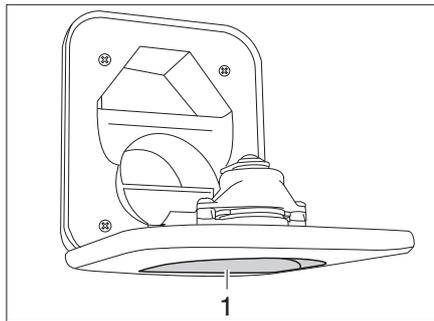

Bild 254 Frischwasser-Einfüllstutzen für Toilette
- Frischwasser-Einfüllstutzen für Toilette (Bild 254,1) oberhalb der Klappe für die Thetford-Kassette öffnen und nach unten schwenken.